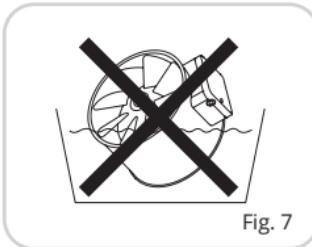
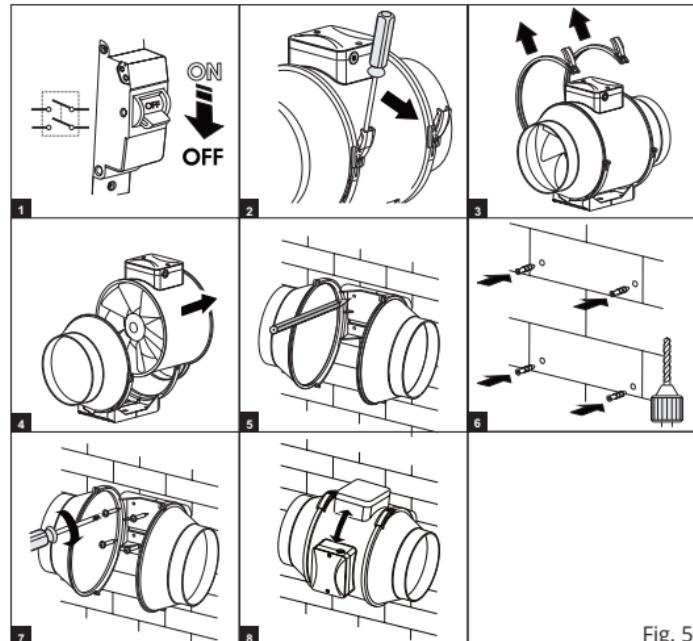

Fig. 7
Fig. 5
- Öppna båda fästklämmorna på fläkten och ta ut fläkt-huset, Fig. 5.
- Montera fläkthuset med 4 skruvar, Fig. 5.
- Sätt tillbaka fläkthuset i rätt luftriktning och spän fast det med fästklämmorna, Fig. 5.
Rengör fläkten minst en gång per år. Fläkthuset tas ut för rengöring, Fig. 5. Avlägsna damm och smuts. Använd en torr trasa, mjuk borste eller tryckluft för att avlägsna damm. Fläktbladen rengörs med en fuktig trasa och rengöringsmedel. Se till att vatten inte kommer i kontakt med elektriska komponenter, Fig. 7.